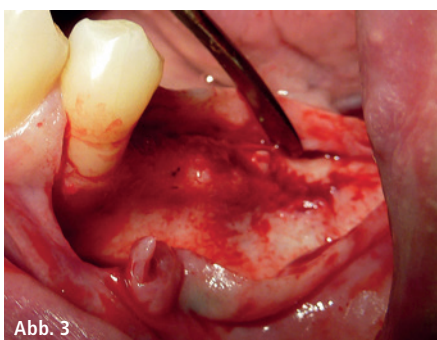
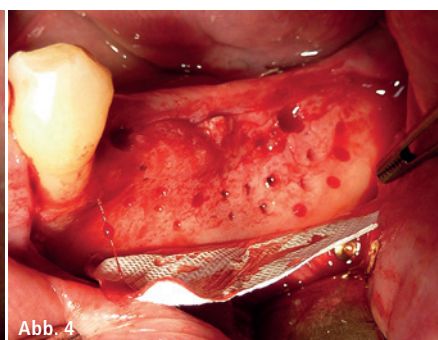
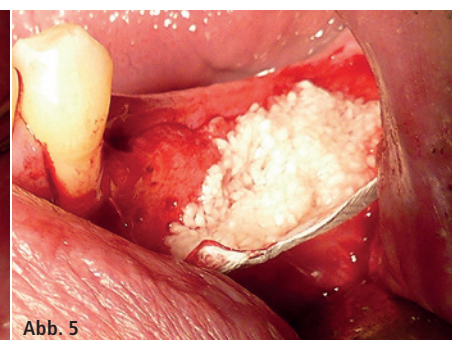

Abb. 3
Abb. 4
Abb. 5
Abb. 3: Sofortimplantation und belastungsfreie Versorgung im Oberkieferfrontzahnbereich. **a)** Weichgewebsschonende Zahnextraktion. **b)** Platzierung des geeigneten Implantats (Straumann BLT SLActive). **c)** Abformung. **d)** Coverscrew. **e)** Partikuläre Augmentation mit Eigenknochen. **f)** Feste Interimsversorgung. **g)** Stabilisierung an den Nachbarzähnen mit Ribbond. – **Abb. 4:** Sofortimplantation und belastungsfreie Versorgung im Unterkieferfrontzahnbereich. **a)** Niederschnittsimplantat 3,0 mm. **b)** Platzierung des Implantats und Interimsversorgung mit Immediate Implant Crown. – **Abb. 5:** Direkte Sinusbodenelevation. **a)** Osteoplastisches Fenster und Implantatinsertion (Straumann BLT SLActive). **b)** Insetierte Implantate und Augmentation mit Geistlich BioOss. **c)** Röntgenkontrolle.
rioren Knochenresorptionen kommt, die später in vertikale Verluste übergehen. Es ist in einem Großteil der Fälle eine Knochenaugmentation nötig, wenn eine sinnvolle Sofortimplantation versäumt wurde.^{31,32} Eine sinnvoll geplante Sofortimplantation ist vorzuziehen. Anatoforme Implantatdesigns können diesen Ansatz optimieren. Es ist auch ein Sofortbelastungskonzept möglich (Abb. 3).^{32–36} Ergebnisse, welche diesen Daten entgegen stehen, müssen auch in Bezug auf Implantatdesign und Biomaterialoberflächen diskutiert werden.^{37–39} In der Unterkieferfront und in den Bereichen der lateralen Oberkiefer-schneidezähne sind Niederquerschnittsimplantate mit einem Durchmesser von 3 mm oder darunter indiziert und für eine Einzelkronenversorgung eine mögliche Option (Abb. 4).
- Die direkte Sinusbodenelevation wird transoral, unter Erhalt der Kieferhöhlenmembran, präpariert (Abb. 5).^{41–43}
Abb. 3: Situation nach Darstellung des Defekts in Regio 35–37. – **Abb. 4:** Vorbereitung des Augmentationsgebiets mit Bleeding Points, apikale Fixation der OSSIX PLUS Membran mit Ti-Pins. – **Abb. 5:** Augmentation in Regio 35–37 mit mineralisierten Allograftpartikeln.
Der Defekt wurde durch Präparation eines Mukoperiostlappens dargestellt. Die horizontale Inzision erfolgte midkrestal. Es wurde proximal zu Zahn 34 eine vertikale Entlastungsinzision durchgeführt, um die spätere spannungsfreie Deckung des Augmentationsgebiets zu vereinfachen (Abb. 3). Es zeigte sich ein nach krestal messerscharf zulaufender Alveolarkamm.
Zur besseren Durchblutung des Augmentationsgebiets wurden Bleeding Points gesetzt. Die Membran wurde apikal platziert und mit zwei Ti-Pins fixiert (Abb. 4). Bei der Verwendung von Pins muss darauf geachtet wer-
Der horizontal und vertikal massiv ausgeprägte Knochendefekt wurde mit mineralisiertem Allograft (FDBA/ Freeze-dried Bone Allograft) aufgefüllt (Abb. 5).